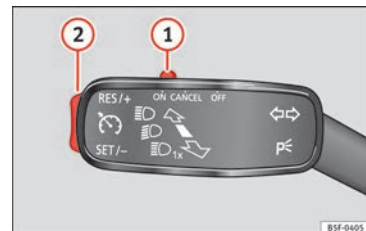

Fig. 48 A la izquierda de la columna de la dirección: conmutador y mandos de manejo del GRA.
- Conectar el GRA: desplace el conmutador »» **fig. 48 ①** hasta **ON**. El sistema está encendido. El sistema no regula al no haber programado ninguna velocidad.
- Activar el GRA: pulse el botón »» **fig. 48 ②** en la zona **SET/-**. La velocidad actual se memoriza y regula.
- Desconectar el GRA temporalmente: desplace el conmutador »» **fig. 48 ①** hasta **CANCEL** o pise el freno. La regulación se desconecta temporalmente.
- Conectar el GRA de nuevo: pulse el botón »» **fig. 48 ②** en **RES/+**. La velocidad memorizada se guarda y regula otra vez.
- Aumentar velocidad programada durante regulación de GRA: pulse botón **②** en **RES/+**. El vehículo acelera hasta la nueva velocidad guardada.
- Reducir velocidad programada durante regulación de GRA: pulse botón **②** en **SET/-** para reducir 1 km/h (1 mph). La velocidad se reduce hasta alcanzar la nueva velocidad memorizada.
- Desconectar el GRA: desplace el conmutador »» **fig. 48 ①** a **OFF**. Se desconecta el sistema y la velocidad memorizada se borra.